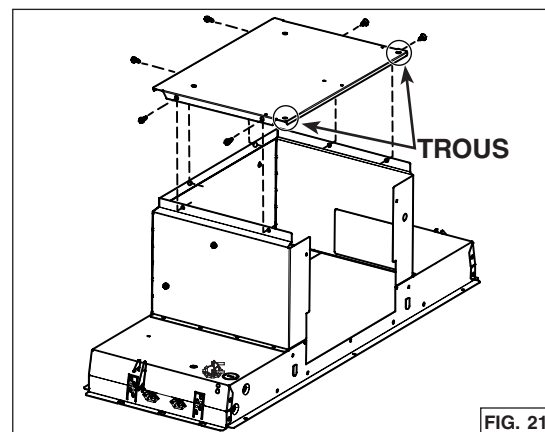

FIG. 21
- Installer la plaque arrière sur le dessus de l'appareil, où se trouvait la plaque de support du ventilateur. La placer de façon à ce que les trous situés près des coins se trouvent à l'arrière de l'appareil. L'assembler au dessus de l'appareil à l'aide des 6 vis retirées précédemment à l'étape 6 (FIG. 21).
Pour un conduit rond, utiliser 4 vis à métaux no. 8-18 x 1/4 po (incluses) pour fixer l'adaptateur/volet de 6 po rond (inclus) sur le dessus de l'appareil, par dessus l'ouverture d'évacuation du ventilateur (FIG. 21).